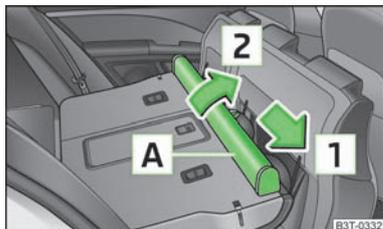

Fig. 81
- Empurre a caixa da rede divisória **A** » Fig. 81 no sentido da seta **1** e retire-a do encaixe dos bancos traseiros, no sentido da seta **2**.